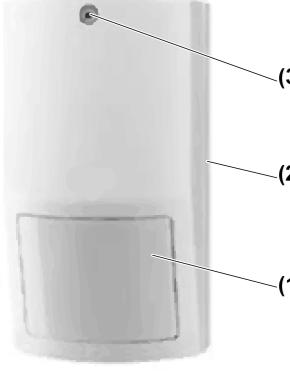

Figure 1
- Desserrer la vis centrale (3) (figure 1).